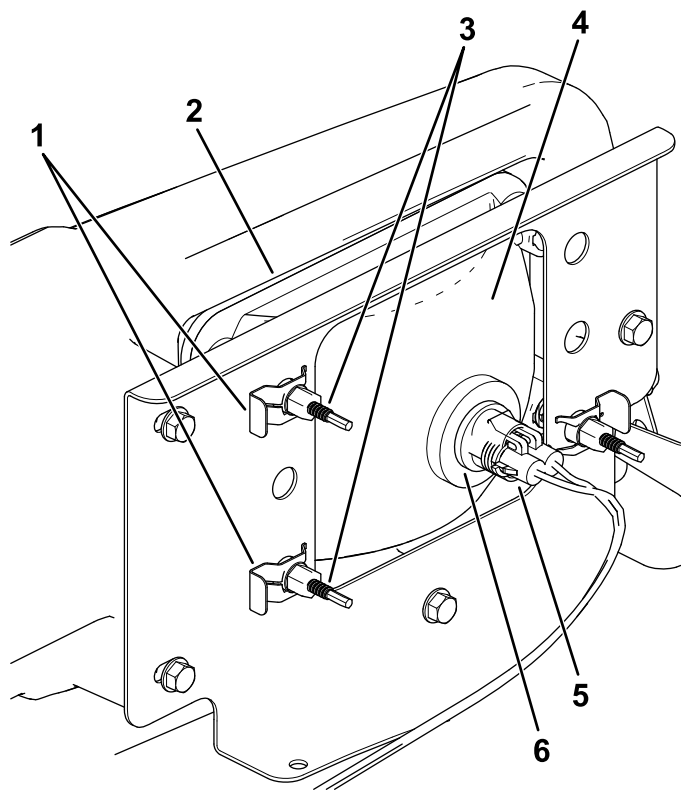

Figura 43
3. Desconecte el conector eléctrico del arnés de cables del conector del conjunto de la lámpara (Figura 43).
- Retire los conectores rápidos que sujetan el faro al soporte del faro (Figura 43).
- Retire el faro desplazándolo hacia adelante y pasándolo por el hueco del parachoques delantero (Figura 43).
- Introduzca el faro nuevo a través del hueco del parachoques (Figura 43).
- Sujete el conjunto del faro con los conectores rápidos que se retiraron en el paso (4).
- Conecte el conector eléctrico del arnés de cables al conector del conjunto de la lámpara (Figura 43).
- En la parte trasera del faro, gire los tornillos de ajuste (Figura 43) para pivotar el conjunto y ajustar de la posición del haz de luz.